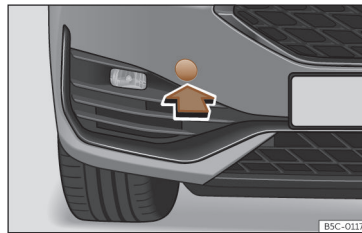

Fig. 206 En el lado derecho del paragolpes delantero: retirar la tapa.
El alojamiento de la argolla de remolque enroscable se encuentra en el lado derecho del paragolpes delantero detrás de una tapa >>> **fig. 206.**
- Retire la tapa haciendo presión en la zona inferior de la misma y déjela colgando del vehículo >>> **fig. 206.**